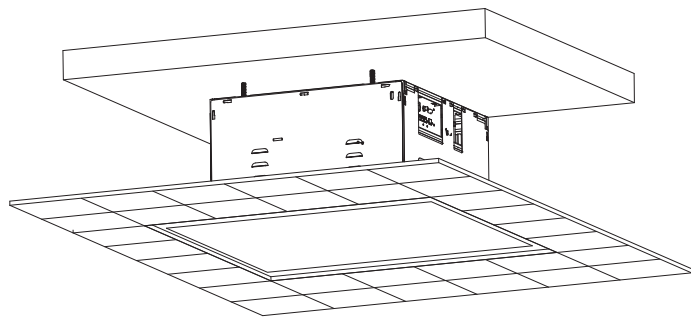

图9
6.将步骤1取下来的天花板裁切至合适尺寸，将安装完升降架后余留的空隙完全遮挡住。如图9。